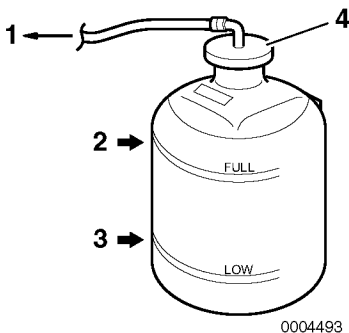

Abbildung 19
5. Kühlmittelstand im Ausgleichsbehälter prüfen. Der Stand muss bei der Markierung VOLL (**Abbildung 19, (2)**) sein. Ggf. Kühlmittel nachfüllen.
6. Den Deckel des Ausgleichsbehälters abnehmen (**Abbildung 19, (4)**), um bei Bedarf Kühlmittel nachzufüllen. Kein Wasser nachfüllen.
8. Überprüfen Sie den Gummischlauch (**Abbildung 19, (1)**) zwischen Ausgleichsbehälter und Kühlmittelbehälter / Wärmetauscher. Bei Beschädigungen auswechseln.